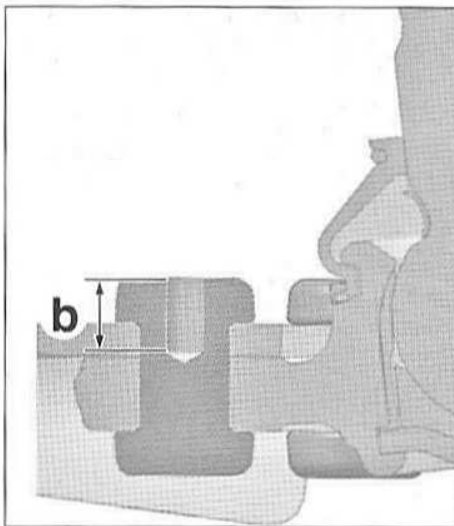
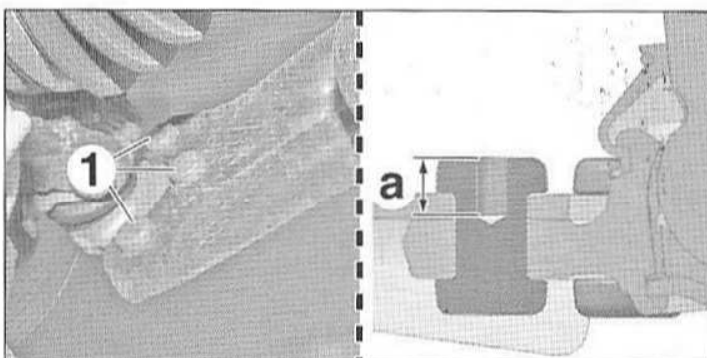

FIG.23
FIG.22
- Pointer le centre des rivets (1) (Fig.22).
- A l'aide d'un foret de Ø 3 ou 4 mm, prépercer les rivets (1) sur une profondeur (a) comprise entre 8 et 10 mm.
- A l'aide d'un foret de Ø 10 mm, percer les rivets (1) sur une profondeur maximale (b) de 5 mm (Fig.23).